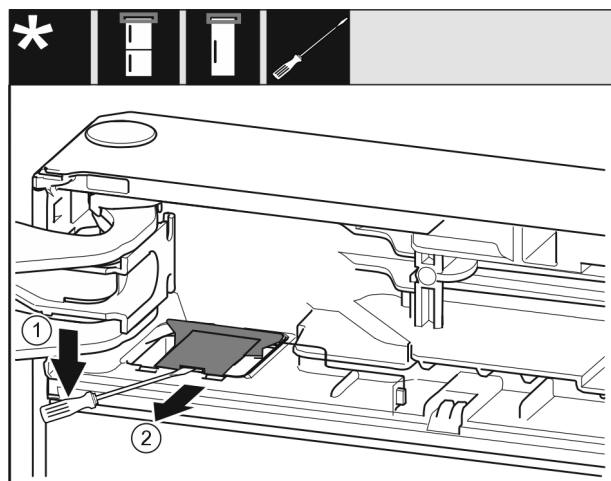

Fig. 10
- ▶ S ploščatim izvijačem iztaknite pokrov in ga dvignite. Fig. 10 (1)
- ▶ Pokrov vzemite ven. Fig. 10 (2)